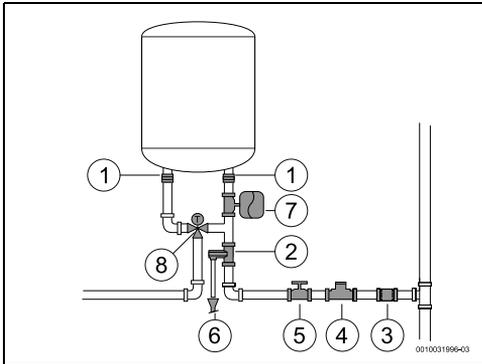

Fig. 15
- ▶ Si raccomanda di installare una valvola termostatica (fig. 15, [8]) sul tubo di uscita dell'apparecchio, se si utilizzano tubi PEX. Tali tubi devono essere adeguati alle performance del materiale utilizzato.
- Non installare mai accessori (diversi da quelli illustrati in fig. 15) tra la valvola di sicurezza e l'ingresso acqua fredda sanitaria (lato destro) dell'apparecchio.
- installare un riduttore di pressione (fig. 15, [4]). La valvola di sicurezza si attiva quando la pressione dell'acqua nell'apparecchio è superiore a 8 bar ( $\pm 1$  bar), pertanto è necessario prevedere una soluzione per scaricare l'acqua.
- installare un vaso d'espansione (fig. 15, [7]) per evitare che la valvola di sicurezza si apra spesso. Il volume del vaso d'espansione deve essere pari al 5% del volume dell'apparecchio.